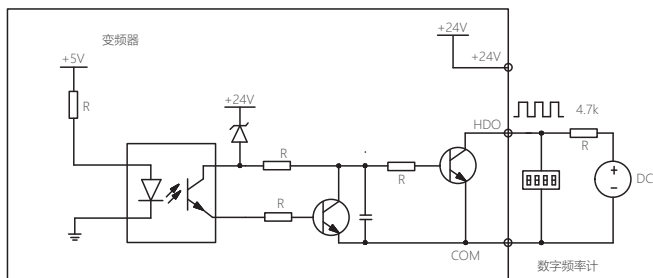

图5-15 输出端子HDO连接方式2
b) HDO用作数字脉冲频率输出，也可使用外部电源，接线方式如图5-15所示。